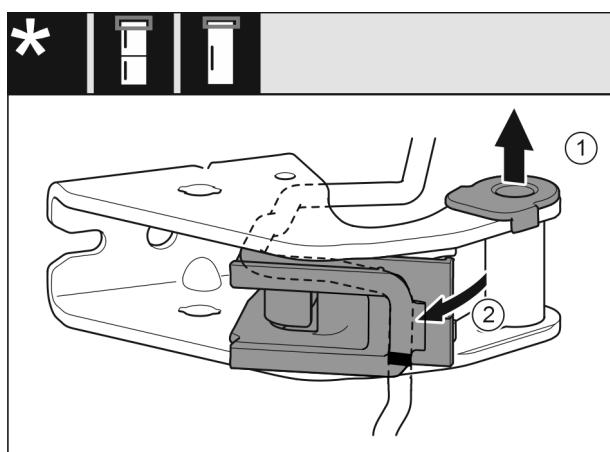

Fig. 14
- Puzdro ložiska vytiahnite z vedenia. Fig. 14 (1)
- Držiak kábla vychýl'te. Fig. 14 (2)